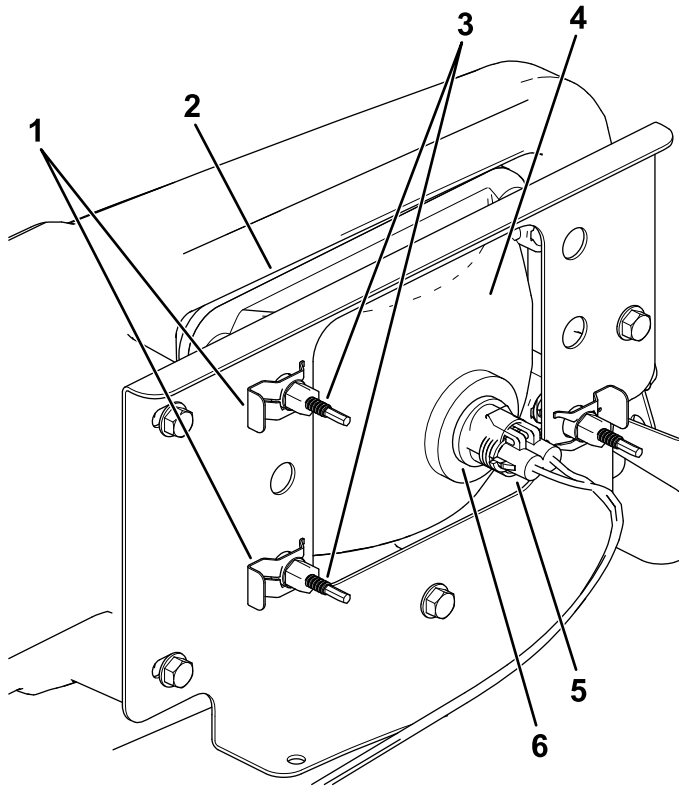

Figure 49
3. Débranchez le connecteur électrique sur le faisceau du connecteur du phare (Figure 49).
4. Retirez les clips rapides qui fixent le phare sur son support (Figure 49).
5. Déposez le phare en le poussant vers l'avant et hors de l'ouverture dans le pare-chocs avant (Figure 49).
6. Insérez le phare de rechange dans l'ouverture du pare-chocs (Figure 49).
8. Branchez le connecteur électrique du faisceau sur le connecteur du phare (Figure 49).
5. Au dos du phare, tournez les vis de réglage (Figure 49) afin de faire pivoter le phare et d'aligner la position du faisceau projeté.